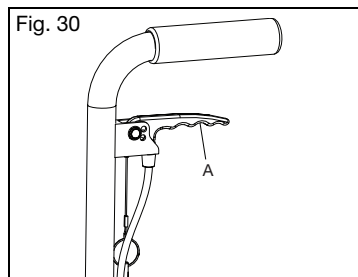

Fig. 30
- a. Tryk på udløseren (fig. 30:A).